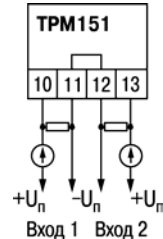

Рисунок 7.7 – Схема подключения активных датчиков типа "параметр-ток", "параметр-напряжение" и датчиков положения токового типа
- 2) Активные датчики с выходным сигналом в виде тока (0...5 мА, 0...20 мА или 4...20 мА), в том числе датчики положения токового типа, можно подключать к прибору только после установки внешнего шунтирующего резистора (см. рисунок Б.1 и рисунок 7.7). Резистор должен быть прецизионным (типа С2-29В, С5-25 и т.п., мощность не менее 0,25 Вт, сопротивлением $100 \text{ Ом} \pm 0,1 \%$) и высокостабильным во времени и по температуре (ТКС не хуже $25 \times 10^{-6} 1/^{\circ}\text{C}$).